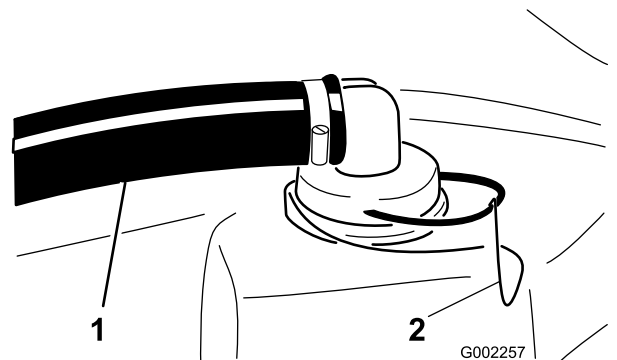

图16
2. 在打药车药缸的顶部拆下固定连接至大软管和滤网外壳的软管接头的卡环 (图16)。
3. 从滤网外壳上拆下软管和软管接头 图16。